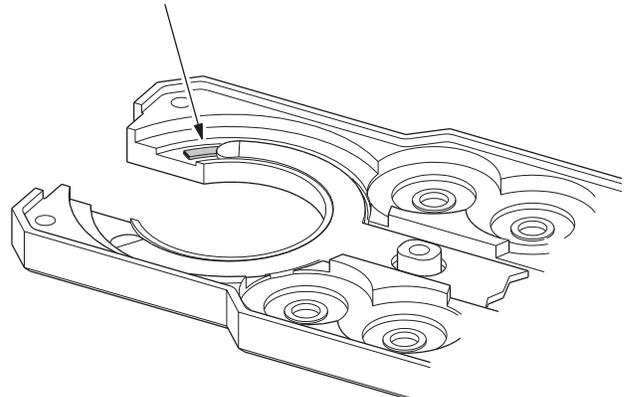

図 36：スプリングの位置
13. スプリングのエンドがハウジング・ポケット側に向いていること、スプリングがブラシの下から露出していないことを確認します (図 35、図 36)。必要であれば、スプリングがウェルド・ヘッド・ブラシの下に収まるよう、再度位置合わせを行います。